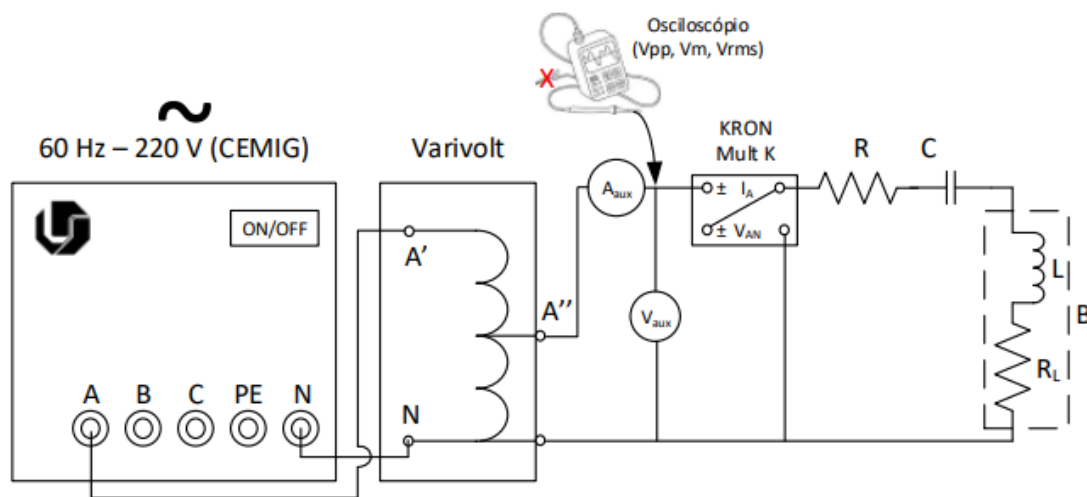

Figura 1: Montagem experimental - parte 1.
- Alimente o lado primário do *varivolt* usando a rede da CEMIG. Com um multímetro digital, anote o valor da tensão *rms* em A"N (Figura 1). Neste experimento obteve-se $V_{rms} = 0,9V$.